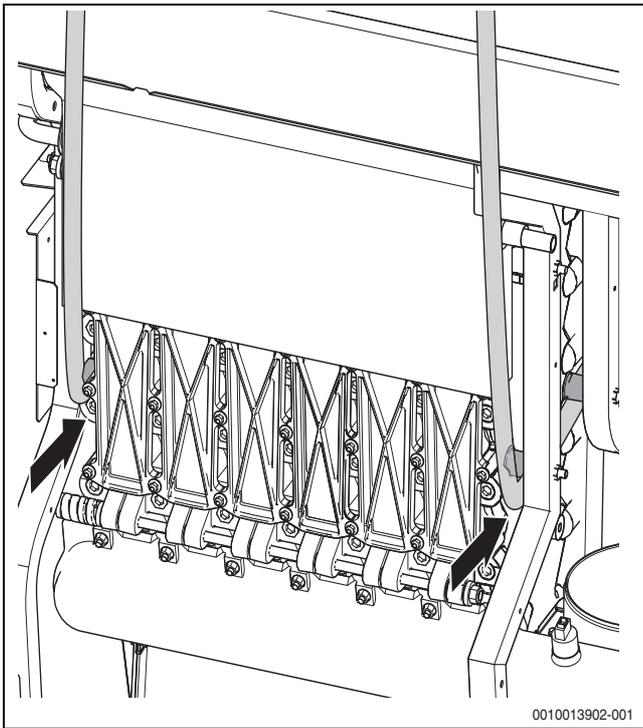

Fig. 5 Disposizione dell'imbracatura della gru sul telaio
- ▶ Condurre l'imbracatura della gru (imbracature circolari) attraverso il telaio della caldaia (→fig. 5).